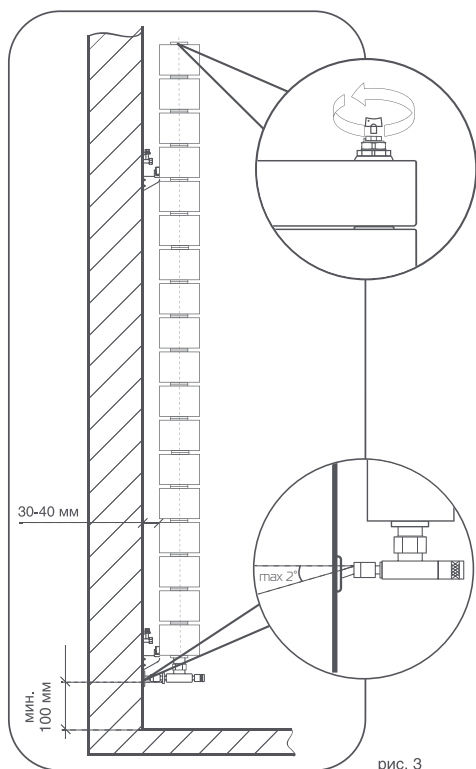

рис. 3
1. Для эффективной работы радиатора необходимо соблюдать монтажные расстояния, указанные на рис. 3.
**!** Во избежание аварии допустимо отклонение оси коллектора радиатора от подводящих труб не более  $2^\circ$  (рис. 3).